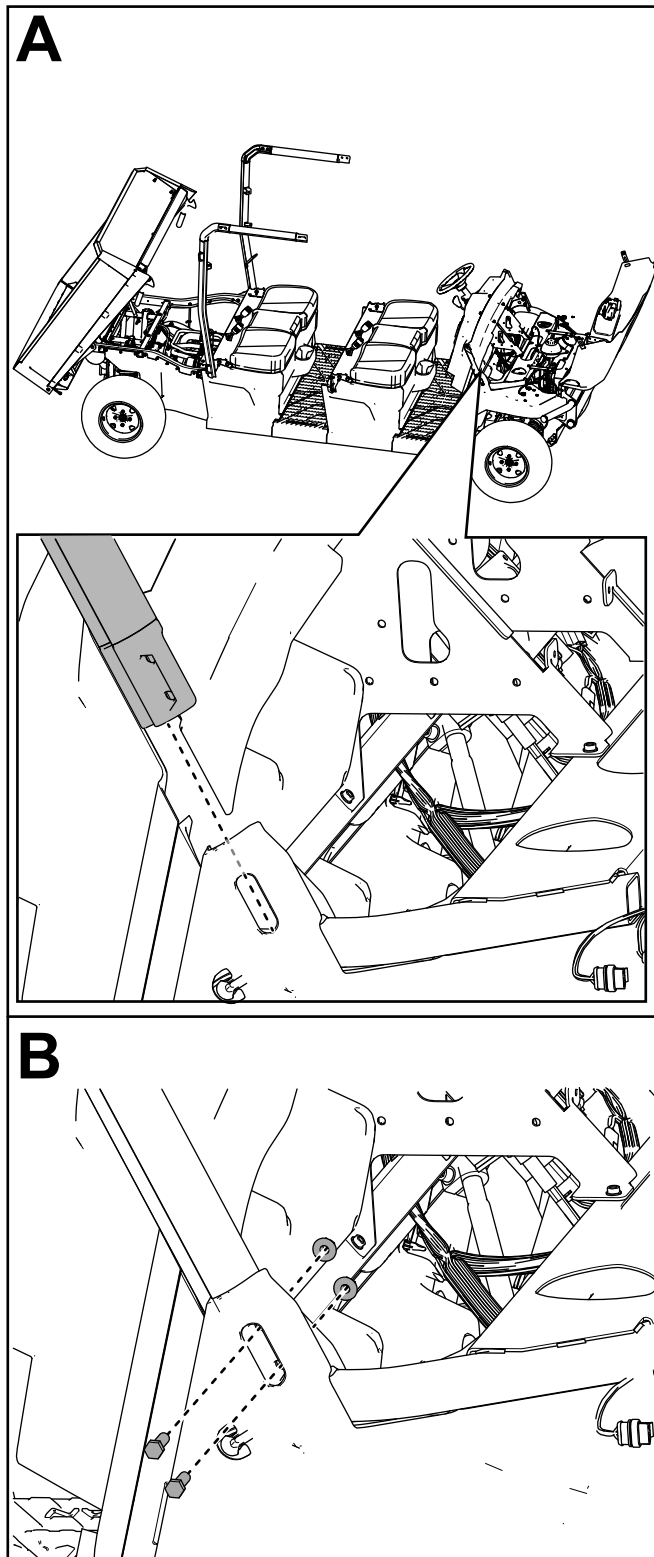

Bild 44
10. Befestigen Sie die rechte, vordere Überrollbügelbaugruppe mit zwei Sechskantschrauben ($\frac{3}{8}$ " x $1\frac{1}{4}$ ") und zwei Sicherungsmuttern ($\frac{3}{8}$ ") lose an der rechten Überrollbügelhalterung, wie in Bild 44 dargestellt.